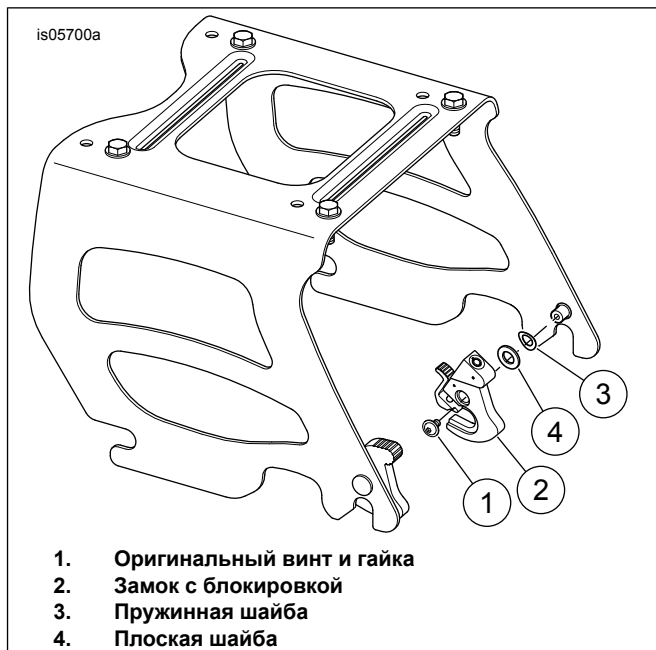

Рисунок 5. Внутренняя установка справа
Двухместная стойка коффра Tour-Pak	См. рисунок 1, замена замков, И рисунок 5, внутренняя установка справа
- См. Рисунок 5. Снимите правый замок без блокировки и утилизируйте его.
- Установите плоскую шайбу (4) из комплекта над пружинной шайбой на правом монтажном узле.
- Установите оригинальный винт и гайку (1).